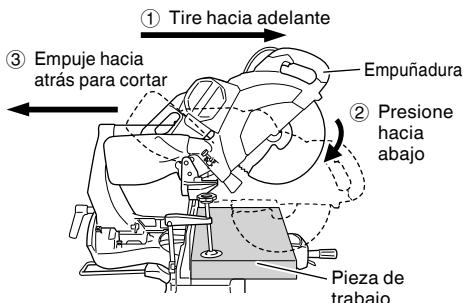

Fig. 28
Después presione hacia abajo la empuñadura y deslice la hoja de sierra hacia atrás para cortar la pieza de trabajo como se indica en la Fig. 28. Esto facilitará el corte de piezas de trabajo de hasta 4-3/16" (107 mm) de altura y 12-1/4" (312 mm) de anchura.
- \* Para el corte deslizable, siga los procedimientos indicados en la Fig. 28 anterior.